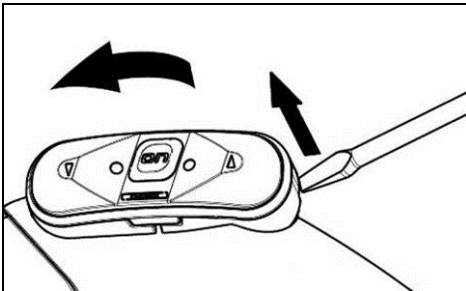

Abb. 21
- Entfernen Sie die Tastenvorrichtung von der Helmschale, indem Sie diese wie auf Abb. 21 dargestellt herausheben.